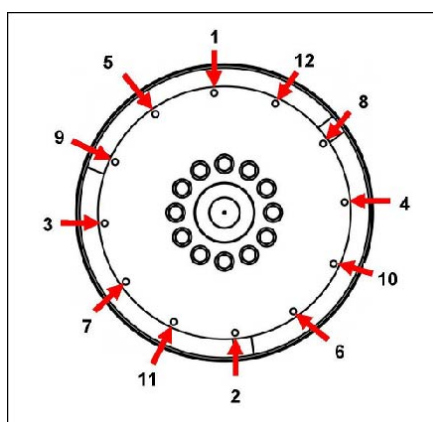

РИС. 19. ПОСЛЕДОВАТЕЛЬНОСТЬ КРЕПЛЕНИЯ
- Извлеките установочные штифты. Установите на место болты муфты, поместив под их головками усиленные стопорные шайбы. Затяните болты крепления диска муфты к маховику, соблюдая последовательность, указанную в Рис. 19 на стр. 33.